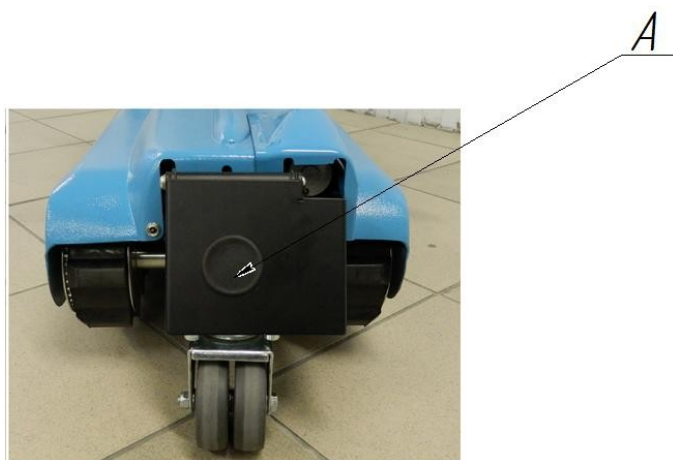

Рис.15. Передняя часть подъемника
- Вынуть пробку «А», находящуюся в передней части подъемника (Рис.15);
- Вставить ключ для аварийного передвижения подъемника на выступающую часть вала редуктора (Рис.15);